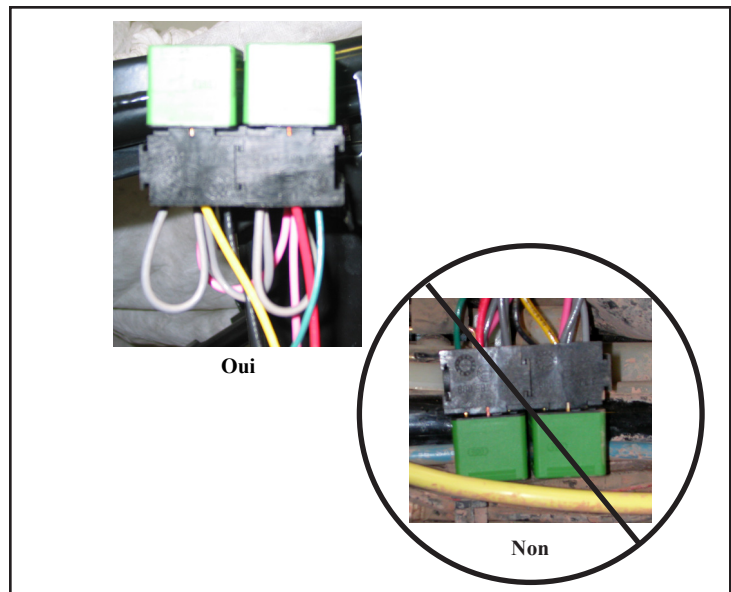

Figure 4 Orientation des relais
2. Acheminez les fils le long du châssis du véhicule et positionnez les relais dans un emplacement où ils pourront être fixés en position verticale. Fixez les relais au châssis à l'aide d'attaches de câble, comme le montre la figure 4. L'emplacement des relais doit être aussi propre et sec que possible.